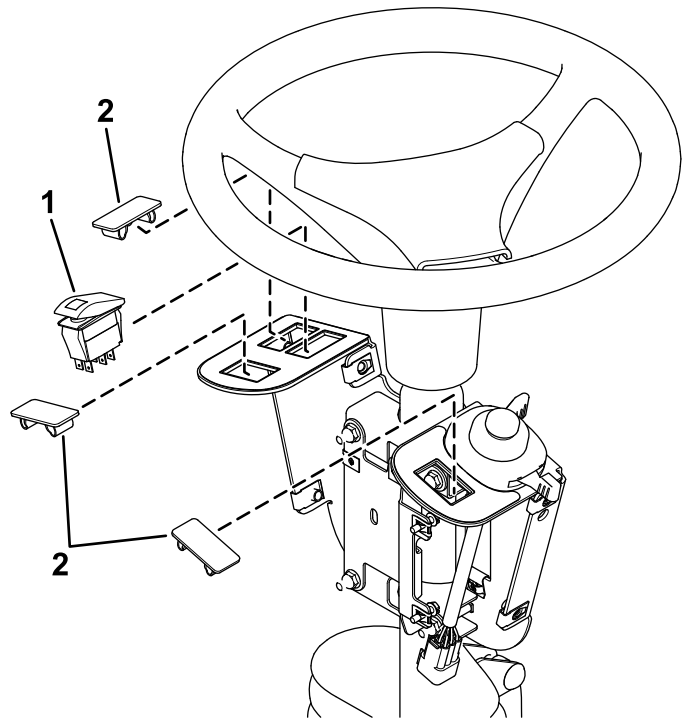

Figura 6
3. Montate l'interruttore a bilanciere e i tappi per i fori nel supporto dell'interruttore (Figura 6).